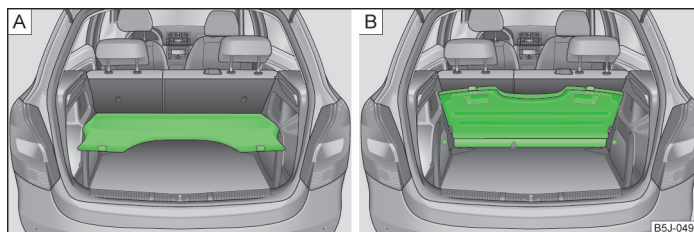

Fig. 48 Tablette du coffre à bagages : en position inférieure/rangée derrière les sièges arrière
- En position inférieure/rangée derrière les sièges arrière » fig. 48 - [A] » !.
- Derrière les sièges arrière » fig. 48 - [B].
Dans cette position » fig. 48 - [A], le couvre-bagages est prévu pour le dépôt de petits objets n'excédant pas un poids de 2,5 kg.